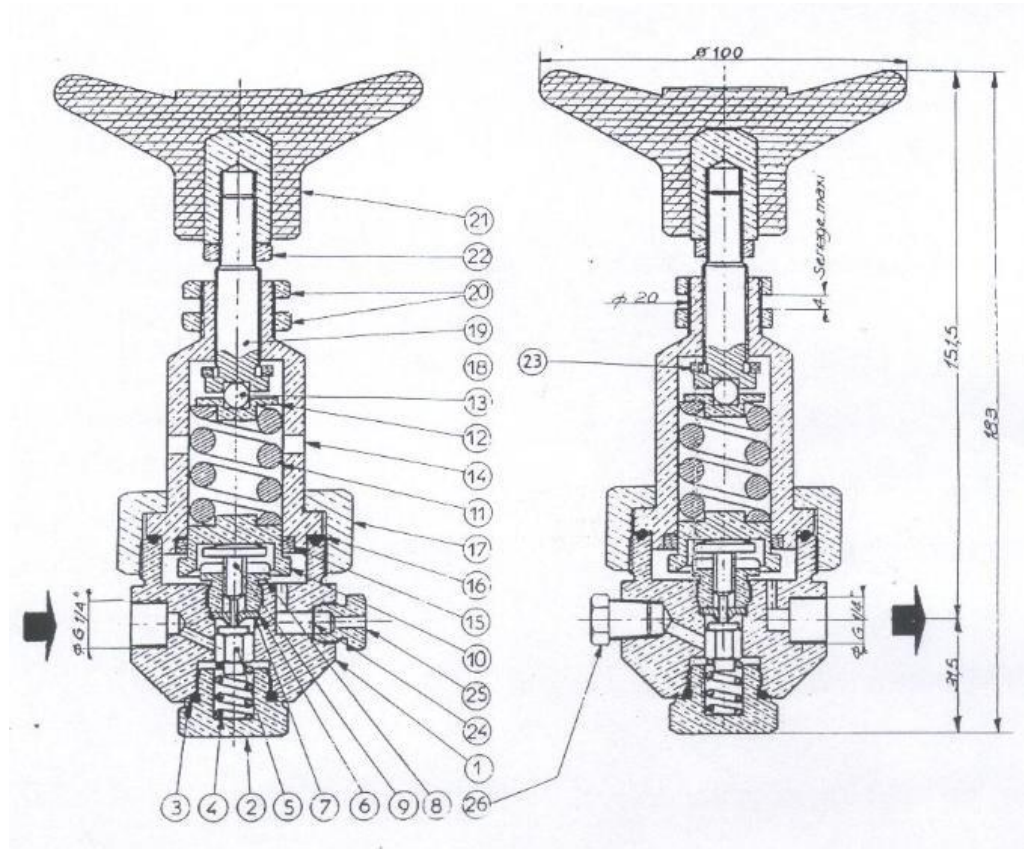

Figure 4 - Coupe du détendeur principal.
Ce gaz arrivant par l'entrée (11) est réduit en pression par le détendeur principal (9), et suit 2 circuits : par le clapet (8), le robinet à 4 voies (3), la valve (1) et le branchement de sortie (12g) d'une part ; par le robinet à 4 voies (3) vers le volumètre (20) et le voyant de lecture (21) d'autre part - configuration de la figure 4 -. En basculant le robinet à 4 voies on change le circuit sur lequel se trouve le clapet (8). Ce gaz peut être mis à la pression atmosphérique au passage par la valve (2) ce qui met également le circuit d'eau à la pression atmosphérique.